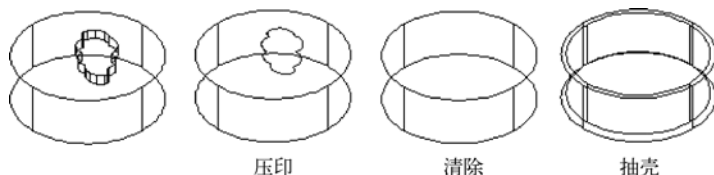

图 10-21 压印、清除和抽壳示意图
- 检查(C): 校验三维实体对象是否为有效的实体, 如果三维实体无效, 则不能编辑对象。如图 10-21 所示为压印、清除和抽壳示意图。